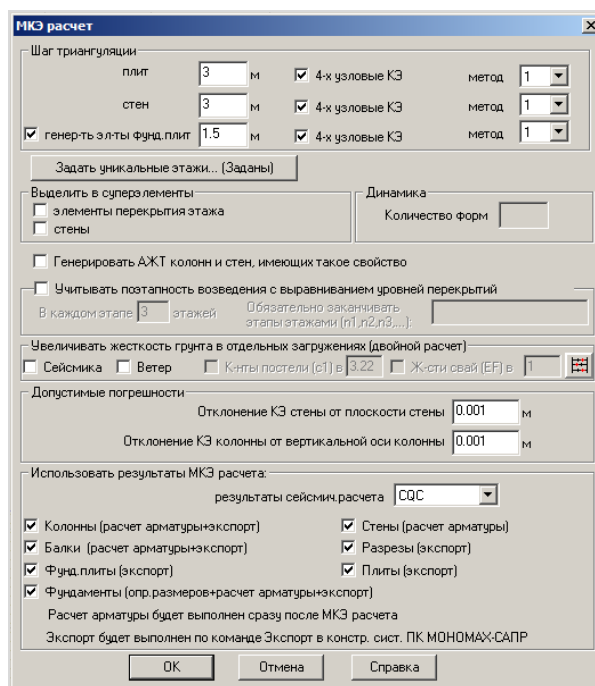

Рис. 10.3.1. Окно диалога МКЭ расчет
- В открывшемся окне диалога **МКЭ расчет** (рис.10.3.1) задайте следующие параметры: